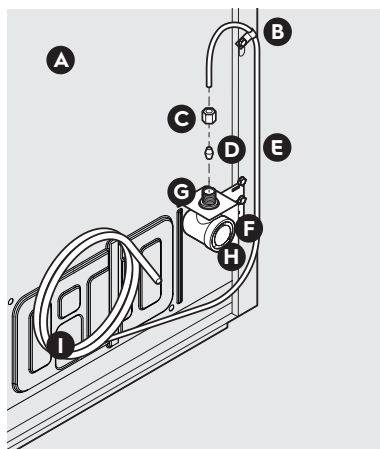

Figura 1
4. Si usa **tubos de cobre**: Deslice la tuerca de compresión de latón y luego el casquillo (manguito) en la tubería de suministro de agua. Introduzca la tubería de suministro de agua en la entrada de la válvula de agua tanto como sea posible (6,4 mm/1/4 in). Deslice el casquillo (manguito) en la entrada de la válvula y apriete con los dedos la tuerca de compresión en la válvula. Apriete otra media vuelta con una llave inglesa; NO apriete en exceso. Ver la figura 1.